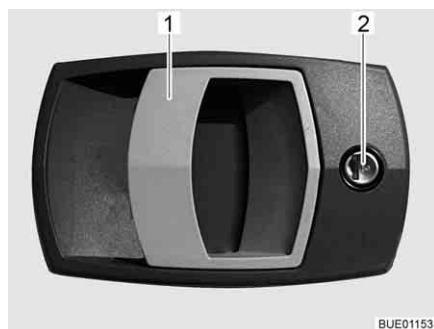

Bild 31 Dörrlås ingångsdörr, utsida
- Stick in nyckeln i låscylindern (Bild 31,2) och vrid den ända tills dörrlåset har låsts upp.
- Drag i dörrhandtaget (Bild 31,1). Dörren är öppen.
- Stick in nyckeln i låscylindern (Bild 31,2) och vrid den ända tills dörrlåset har låsts.